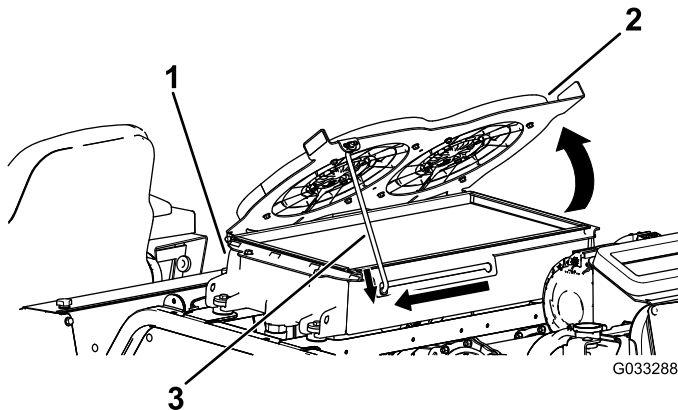

**Figura 117**
4. Gire hacia abajo los ventiladores de refrigeración del sistema hidráulico, y enganche la varilla de sujeción en la muesca (Figura 117).